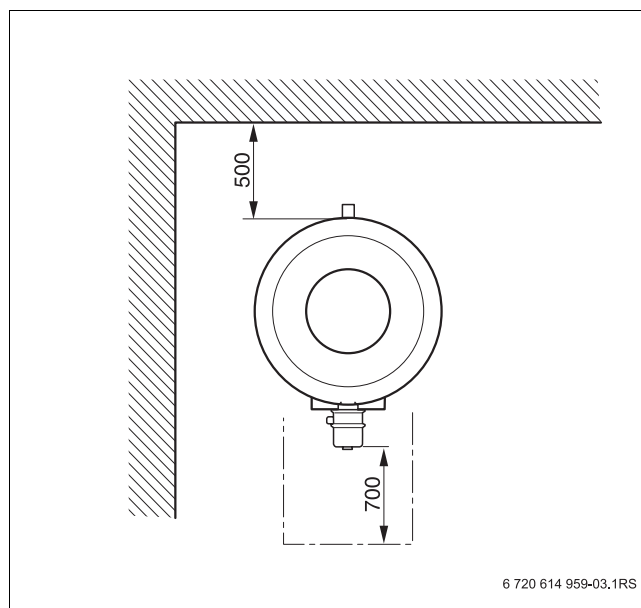

Fig. 4 Distances minimales par rapport aux murs (en mm)
- ▶ Assurez-vous que la hauteur minimale du local d'installation et les distances minimales par rapport aux murs sont garanties. (→ tabl. 1, page 6 et fig. 4).
- ▶ Respecter les distances minimales par rapport aux murs (→ fig. 4).